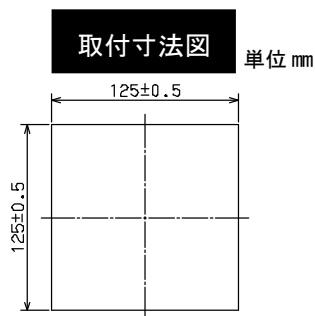

図2
①キャビネットの外側面に取付寸法図に従って抜き穴加工してください。(図2)